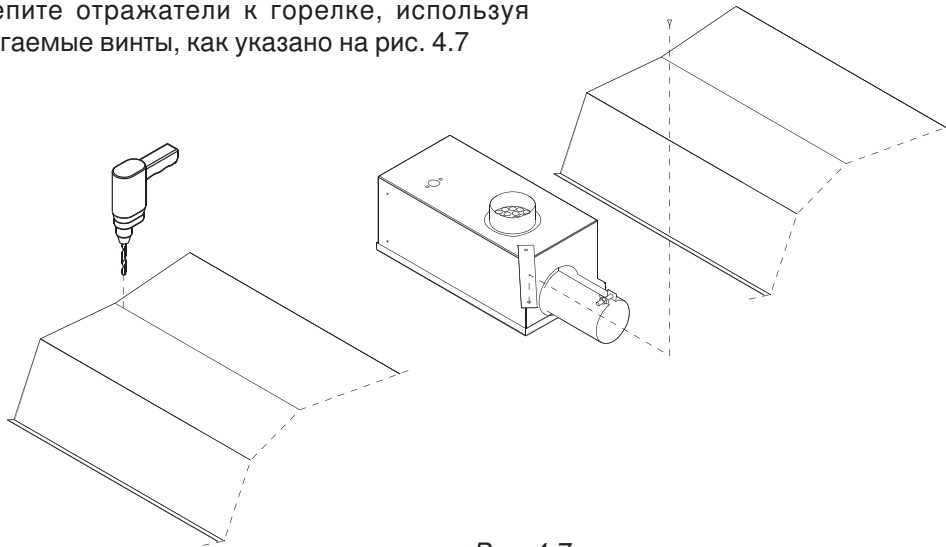

Рис. 4.7
6) Закрепите отражатели к горелке, используя прилагаемые винты, как указано на рис. 4.7